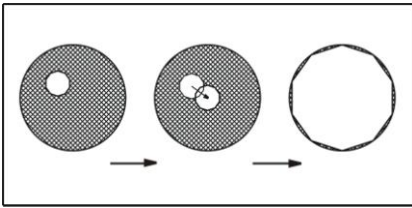

图 24
- (6) 调节聚光镜中心调节螺钉④，将视场光阑的图像调整到视场中心。
- (7) 逐步打开视场光阑，如果视场光阑的图像一直处在视场中心并和视场内切，则表明聚光镜已正确对中。(如图 24)
- (8) 实际使用时，稍加大视场光阑，使它的图像刚好与视场外切。